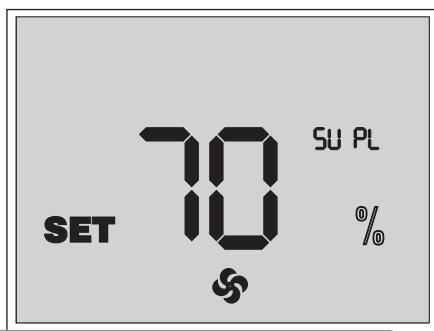

Рис. 12. Настройка скорости вентиляторов
- Для изменения мощности приточного вентилятора нажмите и удерживайте кнопку и нажмите кнопку для увеличения или кнопку для уменьшения мощности. Каждое нажатие кнопки и увеличивает или уменьшает мощность приточного вентилятора на 1 %. При нажатой кнопке индикаторы дисплея отображают текущую мощность приточного вентилятора (рис. 12).